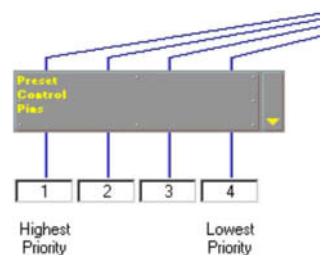

Figura 55 – Codificación prioritaria
- d) Si se utiliza codificación prioritaria como entrada de control, escriba el número correcto de configuraciones prefijadas bajo el bloque de control de configuraciones prefijadas (vea la Figura 55).